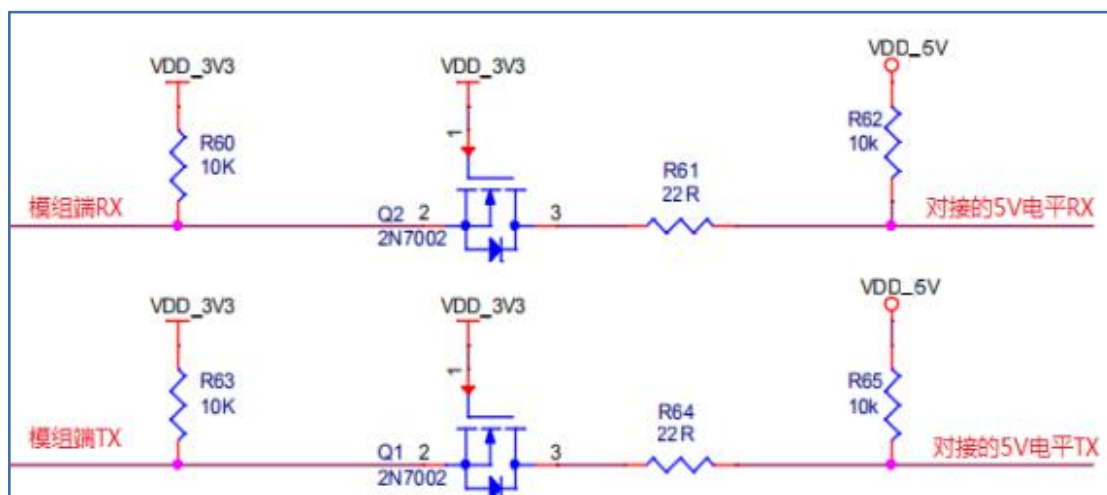

图 6-1 电平转换电路参考图
如图 6-1 所示 5V 电源通过 17 脚电源接口输入到模组，5V 电压经过 LDO 降压为 3.3V、通过 DCDC 降压为 1.2V。
模组板所有 IO 都可以配置为 GPIO，所有 GPIO 都是 3.3V 电平，与不兼容电平的系统对接必须进行电平转换，可参考图 6-1。
UART 为 3.3V 电平，UART 为高速串口，与不兼容电平的系统对接需要进行电平转换，可参考图 6-1。
模组的 IIC 和 IIC-INT 用于与外部器件通讯控制时，需要在模组外部为模组的上述线路增加 4.7K-10K 上拉电阻，如图 6-1 所示的 3.3V 上拉端的处理。
(1) 模组的 5V 供电需保证 600mA 的额定供电电流，要求电源电压稳定，纹波在 30mV 以内。
(2) 模组板的所有 IO 均为 3.3V 电平，如果需要外接 5V 或 2.5V 逻辑电平，必须增加图 6-1 所示的电平转接电路。
(3) 底板或对接模组的通讯接口部分可以串联一个小电阻，如 22R。
(4) TX0 和 RX0 信号需要设计到底板插针上，通过 UART0 进行模组固件的本地升级。
(5) 接插模组的底板设计的时候请注意，5V 电源输入处增加容值不小于 10uF 的电容，麦克风走线尽量短；麦克风走线要注意屏蔽，SPK 走线尽量短而粗，走线区域不得有其它走线跨跃。
(6) 在模组的生产焊接、检验过程中需佩戴防静电手环或防静电手套、指套。底板上连接器的信号输入输出口对应位置需预留 ESD 防护器件，以保障产品的质量可靠性。